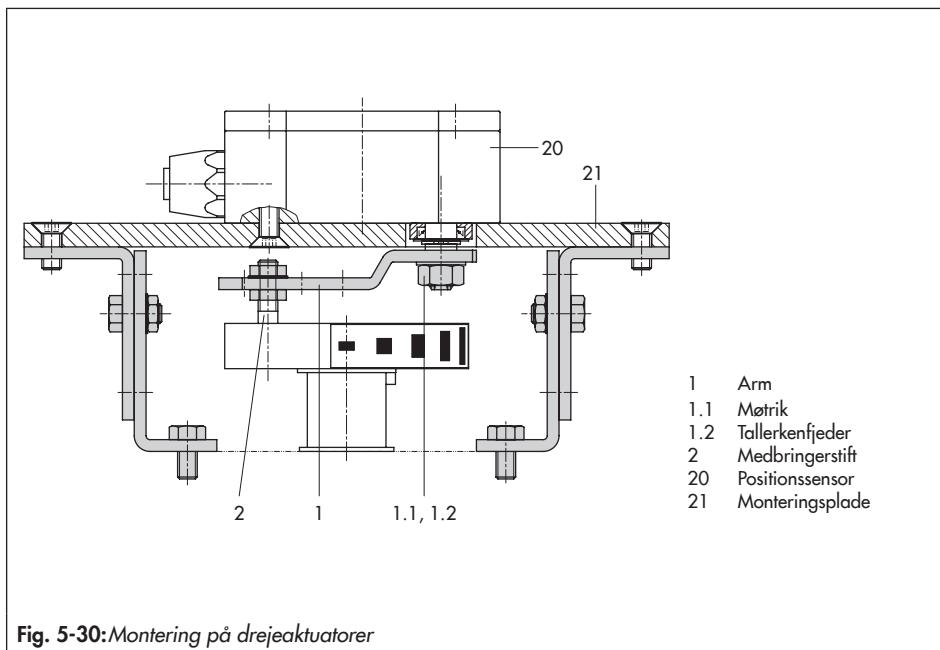

Fig. 5-30:Montering på drejeaktuatorer
- ➔ Se Fig. 5-30.
1. Sæt armen (1) på positionssensoren i **midterstilling**, og **hold den på plads**. Skru møtrikken (1.1) af, og fjern armen sammen med fjederskiven (1.2) fra sensorakslen.
2. Skru positionssensoren (20) på montéringspladen (21).
3. Udskift medbringerstiften (2) fastgjort på armen (1) med medbringerstiften af metal ($\varnothing 5$ mm) fra tilbehøret, og skru den ind i hullet til stiftposition 90° .
4. Sæt armen (1) og fjederskiven (1.2) på sensorakslen. Sæt armen i **midterstilling**, og **hold den på plads**. Skru møtrikken (1.1) på.